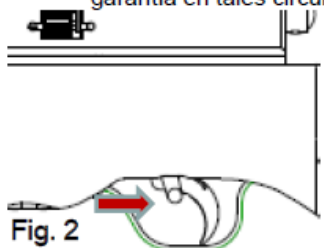

Fig. 2
- Antes de realizar ninguna carga, asegúrese de tener el seguro accionado (Fig. 2).
- Estando puesto el seguro, podrá liberarlo presionándolo, y la carabina estará lista para el disparo (Fig. 2).